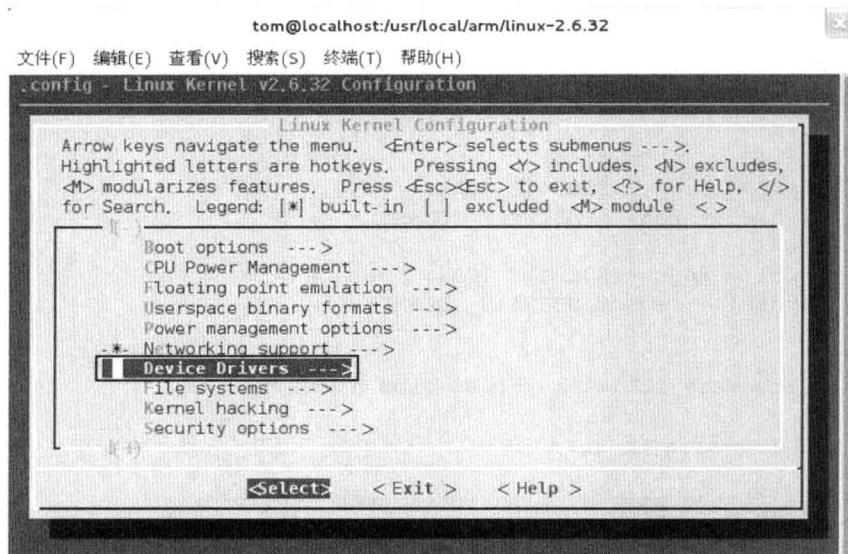

图 6.8 步骤 1
(1)选择进入 Device Drivers。Linux 的所有设备驱动都放在 Device 文件夹里，而 Device 包含的所有设备驱动都会在 Device Drivers 这个选项里列出，要编译设备驱动程序都要进入这个选项然后根据具体情况配置，所以这里选择 Device Drivers，如图 6.8 所示。